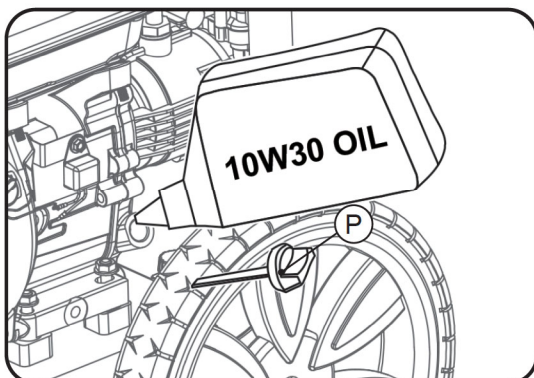

Fig.7
F. AJOUT/VÉRIFICATION DE L'HUILE MOTEUR (Voir fig. 7)